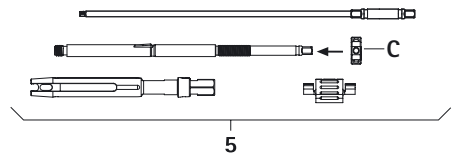

Fig. 9
- Visser l'écrou de serrage **C** sur la douille intérieure, voir Fig. 9.